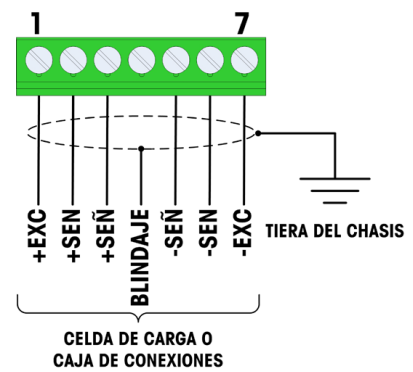

Figura 2-23: Terminación de la celda de carga, conexión a tierra del chasis
La Tabla 2-4 y la Figura 2-23 muestran las definiciones del terminal para la tablilla de terminales de las celdas de carga. Observe que cuando se usan celdas de carga de cuatro cables, se deben colocar conexiones en puente entre los terminales +Excitación y +Detección y entre los terminales –Excitación y –Detección.
5. La ferrita incluida con el terminal se coloca sobre el extremo del cable y los alambres se conectan en el conector de la celda de carga. Consulte el código de colores de alambres de la celda de carga que está siendo conectada, y la Figura 2-23.
7. Conecte los alambres de la celda de carga en el conector de la tarjeta principal. Consulte el código de colores de alambres de la celda de carga que está siendo conectada, y la Figura 2-23. Conecte la línea de señal al conector del terminal según la definición de la señal.